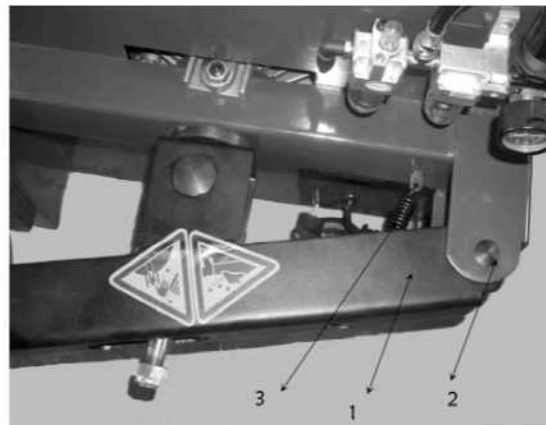

Рис. 4-12
Вставьте суппорт ножа отрыва борта шины (1) в скобу крепления, совместите отверстия и установите штифт (2), а затем, и стопорное кольцо на место. Установите пружину (3), рис. 4-12.